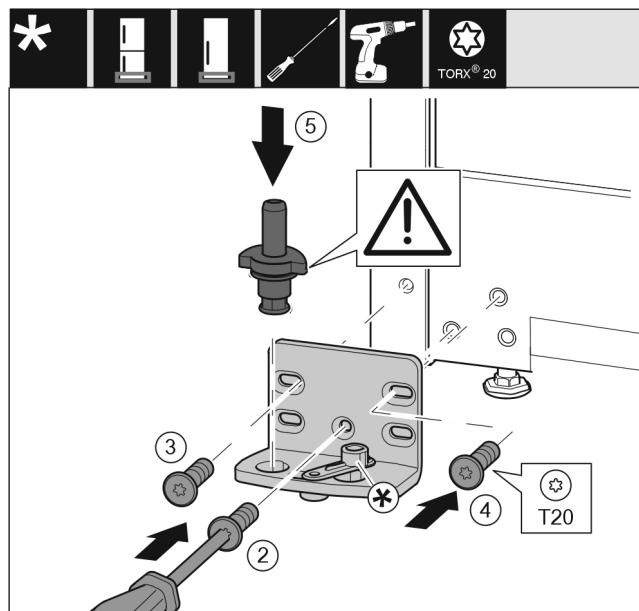

Fig. 16
- Встановіть опорний кронштейн з іншого боку і закріпіть гвинтами за допомогою викрутки T20. Почніть із гвинта 2 знизу посередині. Fig. 16 (2)
- Закрутіть гвинти 3 та 4. Fig. 16 (3,4)
- Вставте цілком опорний гвинт. При цьому виступ фікатора повинен бути спрямований назад. Fig. 16 (5)